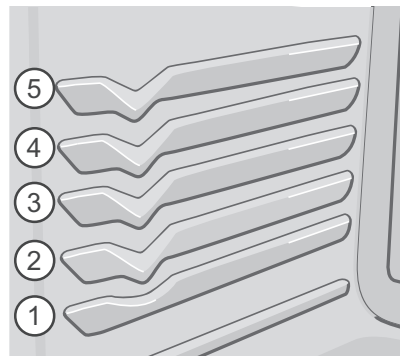

Figura 8: Sugerencias de las posiciones de las parrillas para el horneado por convección
3. Cuando use el horneado por convección con una sola parrilla, coloque la parrilla en la posición 2 o 3. (Figura 8) Si hornea con múltiples parrillas, colóquelas en las posiciones 1 y 3.